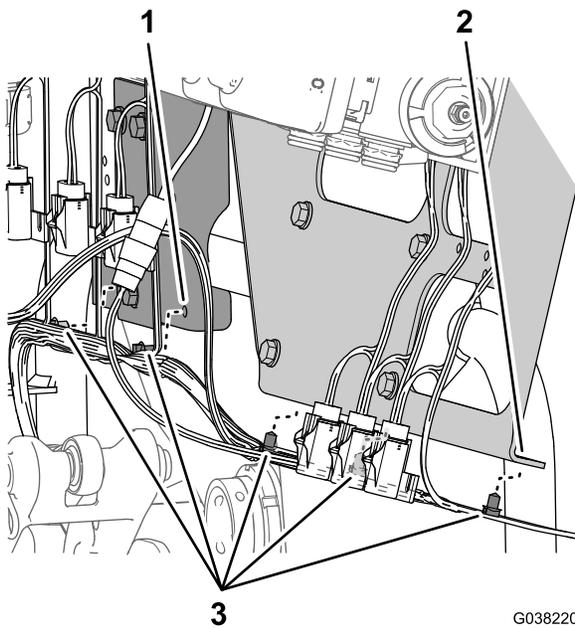

Bild 50
4. Befestigen Sie den Kabelbaum der Maschine an der Halterung für die Rührwerk-, Dosierungs- und Hauptsprühventile und die Halterung für die Abschnittventile mit den fünf Einsteckbefestigungen (Bild 50).